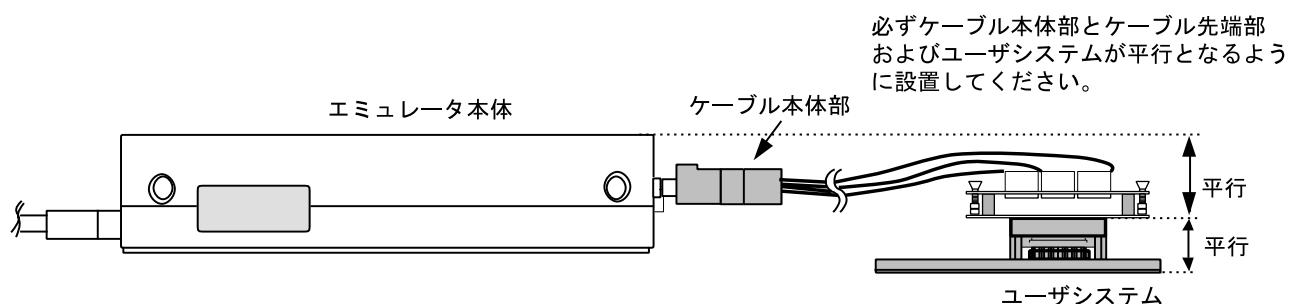

図11 設置例
- (1) ユーザシステムへの接続時には1ピン位置に十分注意して、誤接続は絶対にしないでください。
- (2) 本ユーザシステムインターフェースケーブルを使用する場合の推奨マウントパッド寸法は、MCU実装用マウントパッド寸法とは異なりますので注意してください。
- (3) 本ユーザシステムインターフェースケーブルは、HS7050EPI60Hエミュレータ専用ですので、他のエミュレータ本体には使用しないでください。
- (4) ケーブル本体部が断線する可能性がありますので、本ユーザシステムインターフェースケーブルの上に重いものや金属等の角の尖ったものを置かないでください。
- (5) ユーザシステムに接続した状態では、ユーザシステムインターフェースケーブル、特にケーブル先端部に無理な力が加わらないように注意する必要があります。図11の設置例を参照してご使用ください。